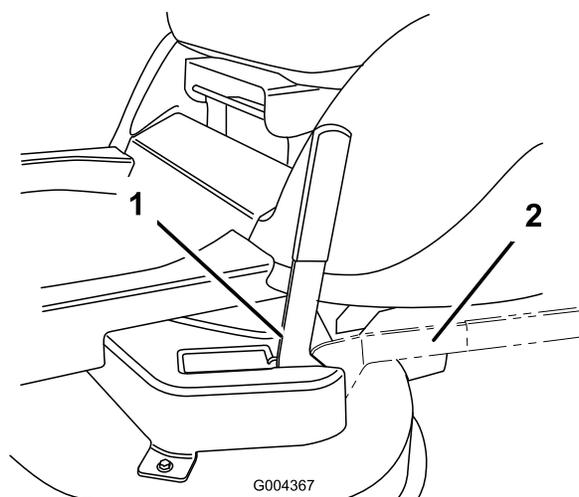

Figura 15
- Mettete la leva Recycler su richiesta (Figura 15) nella posizione desiderata: